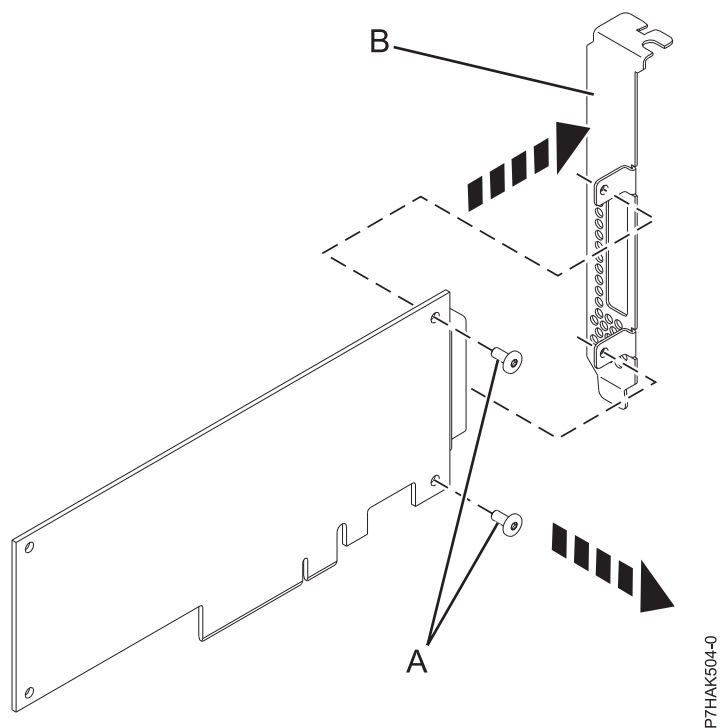

図 33. 新しい PCI アダプターからのハイプロファイル・テール・ストックの取り外し
7. 図 33 に示すように、プラスのねじ回しを使用して、テール・ストック (B) を新しい PCI アダプターに取り付けている 2 個の留めねじ (A) を外します。